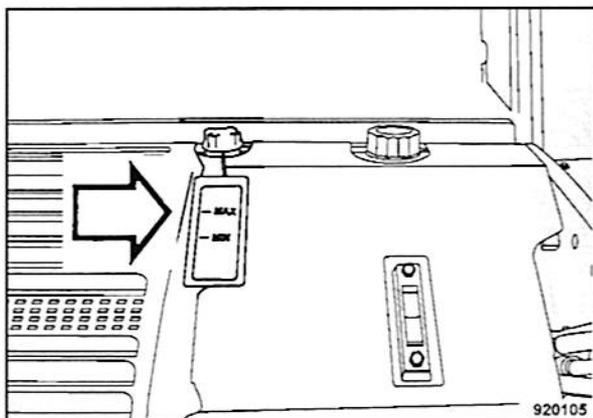

Fig. 118
- El nivel del medio refrigerante (Fig. 118) se debe comprobar sólo con el motor frío.